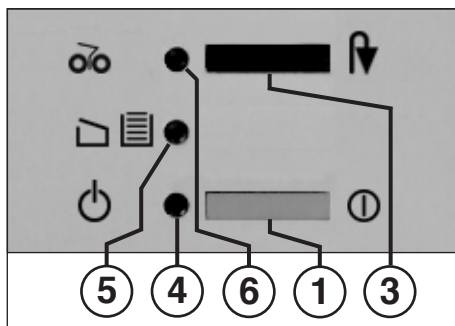

Fig. 1
#### 1 = Interruptor (Fig. 1)
#### 3 = Interruptor „Retroceder“ (Fig. 1)
„Pronto a funcionar“ (Fig. 1)
Acende quando o interruptor „Pronto a funcionar“ (Fig. 1) estiver ligado.
#### 5 = Luz de controlo (Fig. 1)
„Congestionamento de papel“ (Fig. 1)
- Ligar a máquina no interruptor (1) (Fig. 1). A luz de controlo (4) (Fig. 1) acende.
Amáquina desliga-se quando o saco de recolha está cheio. A luz de controlo “Saco de recolha cheio” (5) (Fig. 1) acende-se. Esvaziar o saco de recolha da maneira seguinte:
- Inserir o quadro correção com o saco de recolha, e fechar a porta. A indicação de controlo (5) (Fig. 1) apaga-se.
Observe para que a máquina esteja desligada durante a noite (acionar o interruptor de pressão (1) (Fig. 1)).